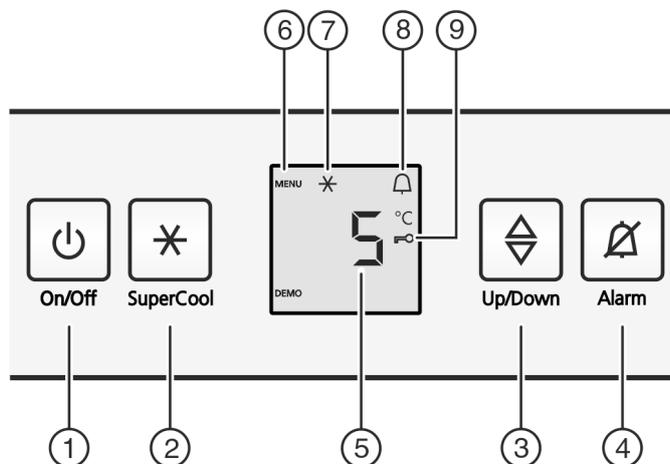

Fig. 2
- ▶ Taste On/Off Fig. 2 (1) drücken.
- ▶ Taste SuperCool Fig. 2 (2) ca. 5 Sekunden drücken.
- ▷ In der Anzeige wird das Symbol Menu Fig. 2 (6) angezeigt.
- ▶ Mit der Taste SuperCool Fig. 2 (2) kurz bestätigen.
- ▷ Das Symbol Kindersicherung Fig. 2 (9) leuchtet in der Anzeige.
- ▶ Die Taste On/Off Fig. 2 (1) kurz drücken.
- ▶ Taste Alarm Fig. 2 (4) drücken.
- ▶ Temperaturfunktion aufrufen: Die Einstelltaste Fig. 2 (3) drücken.
- ▶ Temperatur in 1 °C -Schritten ändern: Einstelltaste Fig. 2 (3) so oft drücken, bis die gewünschte Temperatur in der Temperaturanzeige leuchtet.